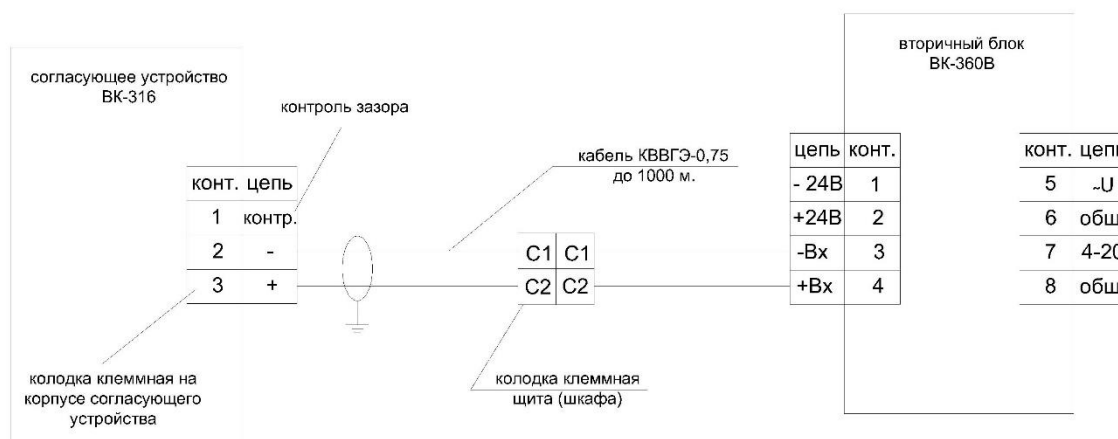

Рис. 8. Схема соединений преобразователя ВК-316 и вторичного блока ВК-360В.
- Соединить кабелями вторичный блок и датчик по схеме соединения, приведенной на Рис. 8. Кабель для каждого выхода датчика должен иметь две жилы, заключенные в экран.